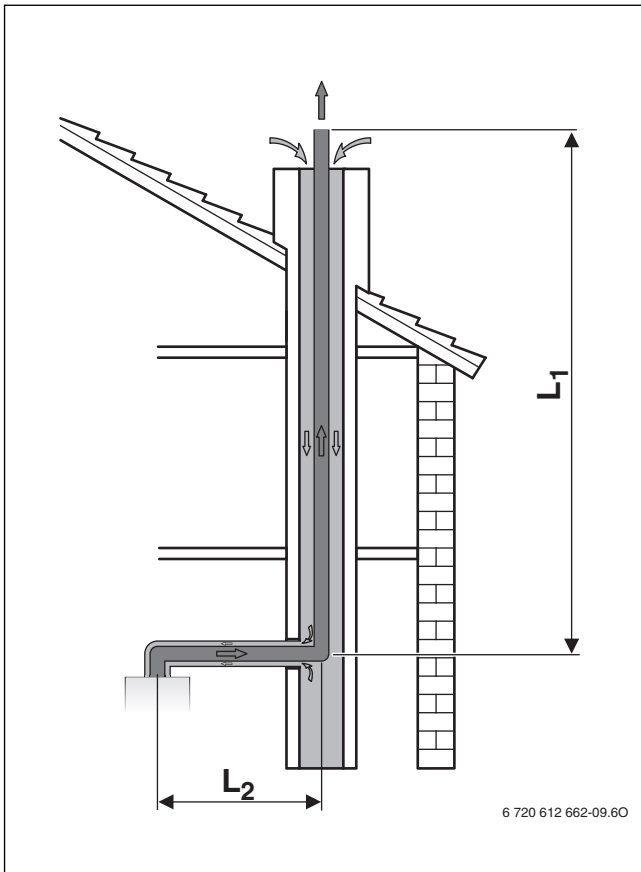

Fig. 20 Evacuation des fumées dans le conduit selon C₉₃
- Si l'évacuation des fumées se fait par un conduit avec système d'évacuation des fumées C₄₃ ou C₉₃ (→ fig. 20), le conduit doit être nettoyé.